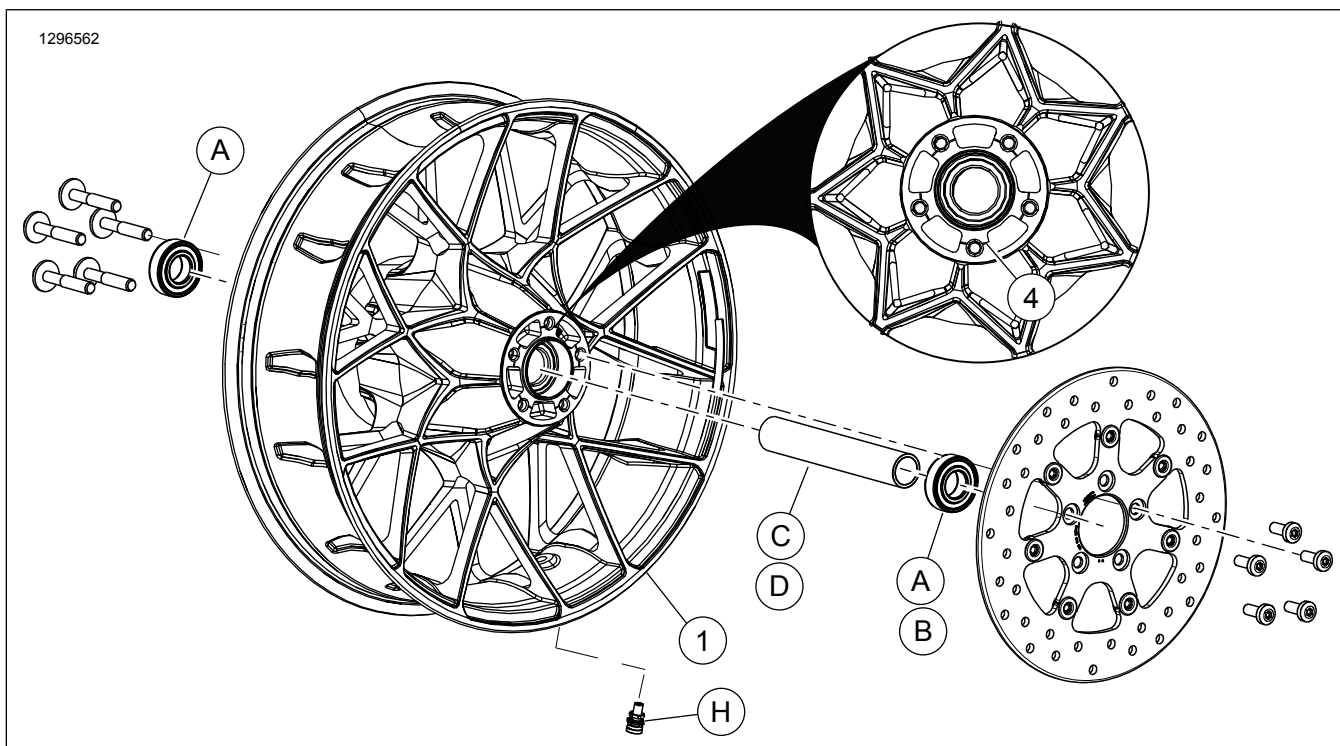

Figure 1. Pièces de rechange : Roue de turbine arrière
Ces kits comprennent une roue personnalisée uniquement. Consultez Figure 1 et Tableau 2.
2. Consultez Figure 1 . Installez l'assemblage de corps de valve (H) sur la roue. Consultez le manuel d'entretien.